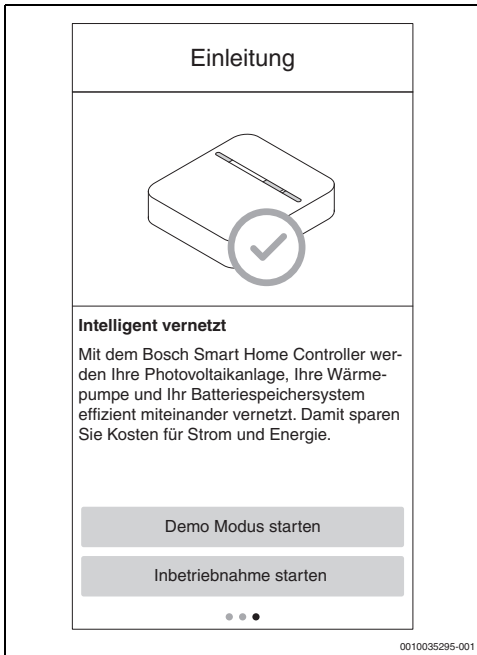

Bild 9 Inbetriebnahme starten auswählen
- Auf dem dritten Intro-Bildschirm **Inbetriebnahme starten** auswählen (→ Bild 9).
- ▶ Auf dem dritten Intro-Bildschirm **Demo Modus starten** auswählen (→ Bild 9).